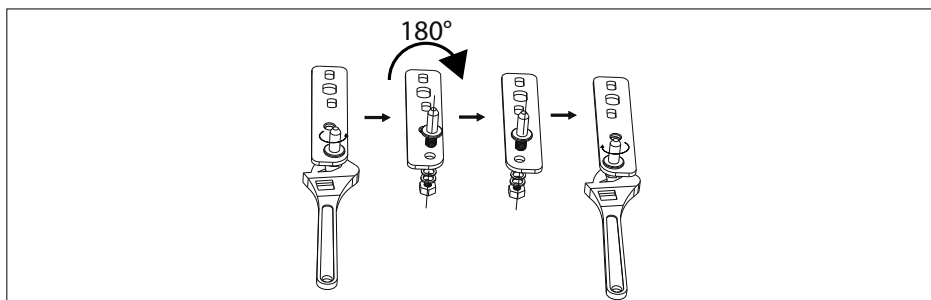

Fig. 7
- ▶ Coloque en un lugar seguro las dos arandelas blancas y la arandela de seguridad de la bisagra inferior. Las necesitará más tarde para volver a instalar la puerta de la cámara frigorífica (4).
- ▶ Desenrosque la espiga de la bisagra inferior con una llave para tuercas (ancho de llave 10 mm) ejerciendo cierta fuerza contra la misma con un destornillador plano para retirarla (véase la **fig. 7**).